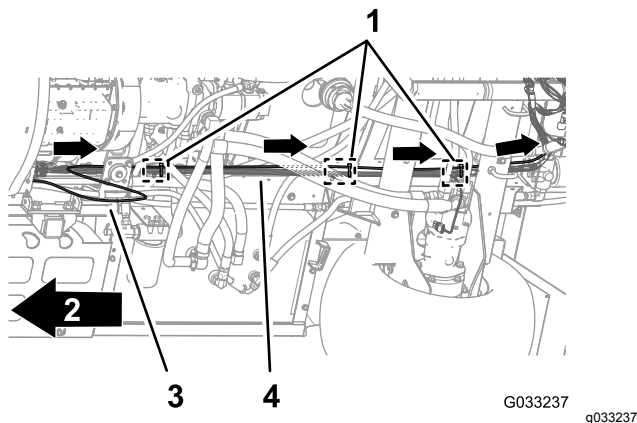

Рисунок 121
1. Проложите трубку датчика давления для манометра на приборной панели вдоль заднего жгута проводов машины (Рисунок 121).
2. Прикрепите трубку датчика давления к заднему жгуту проводов с помощью трех кабельных стяжек, расположенных рядом с тремя фиксаторами «елочного типа» в местах крепления к шасси заднего жгута проводов (Рисунок 121).